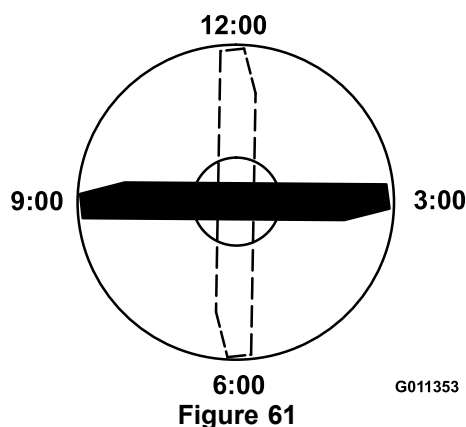

Figure 61
4. Positionnez le tranchant de l'extrémité marquée à la position 12 heures (droit devant dans la direction de la tonte) (Figure 61) et mesurez la hauteur de la surface plane au tranchant de la lame.
5. Tournez l'extrémité marquée de la lame aux positions 3 et 9 heures (Figure 61) et mesurez les hauteurs respectives.